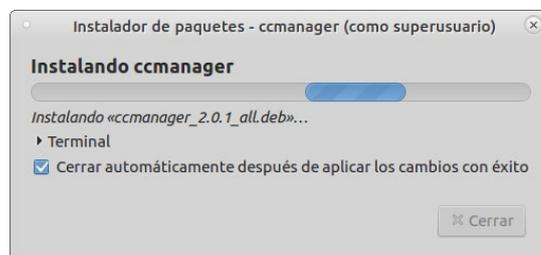

Figura 5 Linux – Proceso de instalación 2 de 3
- Aparecerá una ventana emergente indicando el proceso de instalación (Figura 5). Si selecciona la opción “Cerrar automáticamente después de aplicar los cambios con éxito” cuando el proceso termine volverá a ver una ventana similar a la anterior.